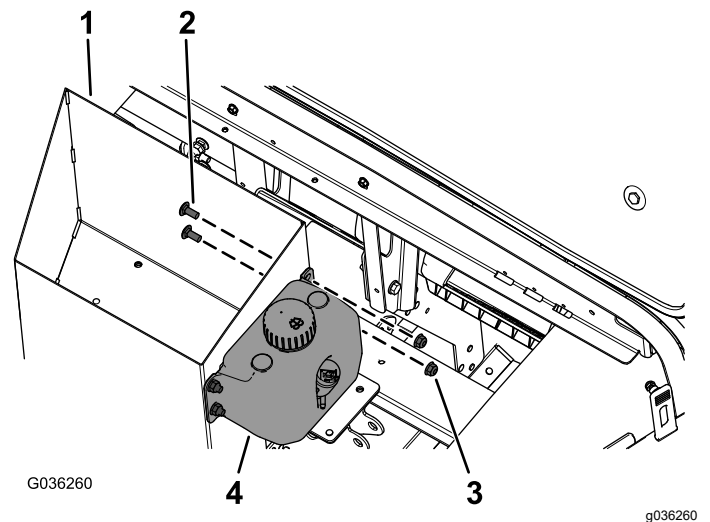

Figura 1
1. Instale el depósito de líquido de lavaparabrisas en la caja de almacenamiento con los 4 tornillos con arandela prensada ($\frac{1}{4}$ " \times $\frac{5}{8}$ ") y las 4 contratuercas ($\frac{1}{4}$ "), como se muestra en la Figura 1.